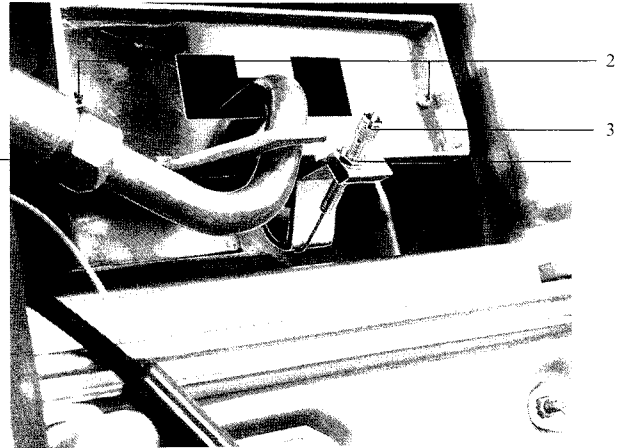

Bild 5
4. (entfällt bei 100% Leistung) Verschraubung in der Gasleitung zum Ventilator (Bild 5, Pos. 1) mit eingelegter Düse lösen, Düse entnehmen.
5. (entfällt bei 100% Leistung) Befestigungsschrauben der Luftblende (Bild 5, Pos. 2) entfernen und ausgewählte Luftblende auf die